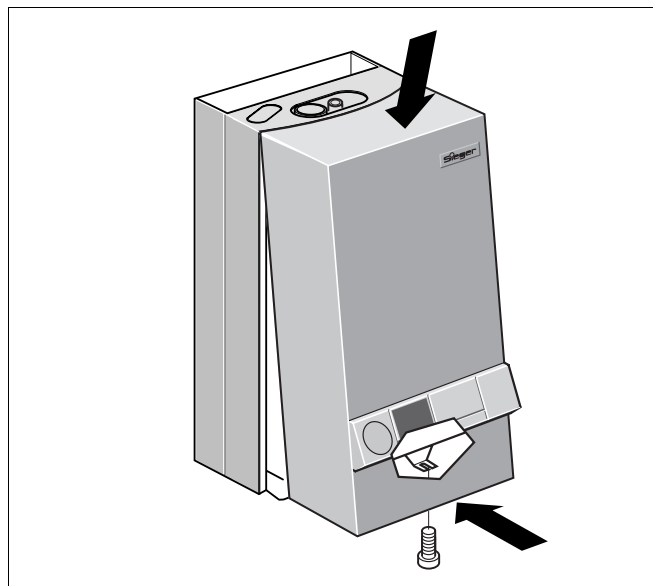

Fig. 33 Applicazione del rivestimento
- Riagganciare il rivestimento e avvitare la vite di sostegno (fig. 33).